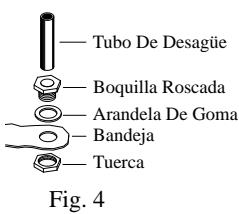

Fig. 4
- Instale el montaje de desagüe.** Quite la tuerca y pase la boquilla por el agujero de la bandeja, colocando la arandela de goma entre la bandeja y la cabeza de la boquilla (fig. 4). Coloque la tuerca en la boquilla y atorníllela hasta que quede apretada contra la parte inferior de la bandeja. Inserte el tubo de desagüe en la boquilla para retener el agua. El tubo de desagüe se puede quitar para desaguar el agua de la bandeja cuando sea necesario. Se puede conectar una manguera de jardín a la boquilla para desaguar el agua hacia otra parte.